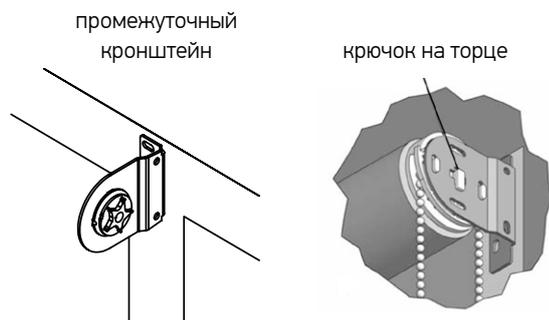

Рис. 10. Установка правого изделия
2. Разметить предполагаемые места установки кронштейнов, расстояние между которыми является шириной готового изделия. Место установки промежуточного кронштейна размечать таким образом, чтобы его наружная сторона оказалась на линии, до которой велись измерения при замере (Рис.10).
3. Прикрутить 2 саморезами\* (при необходимости использовать дюбели\*) каждый кронштейн, начиная с правого (Рис.10).